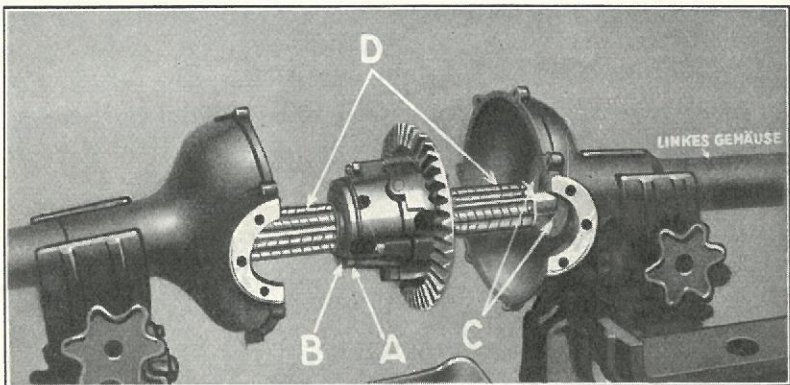

Fig. 350
- 613** Undersøg om de fire Differentialtrykringe og de to Skiver er slidt; hvis de er i Orden, da indsmøres Delene og en Trykskive anbringes paa hver Akseltap. Anbring dem mod Differentialhuset (Fig. 350-A) og paase, at Tappen i Huset passer til Hullet i Trykringen.
- 614** Indsæt en Differential-Trykskive over Enden af hvert Hus og anbring Afstandsskiver mod hver Trykskive, som vist ved »B« (Fig. 350).
- 617** Anbring Pakningen paa Akselhusets Klokke ved Hjælp af lidt Fedt og skyd Bagakselhusene ind paa Akslerne, paase at det venstre Hus anbringes over den Aksel, paa hvilken Differential-Kronhjulet er fastgjort (Fig. 350).